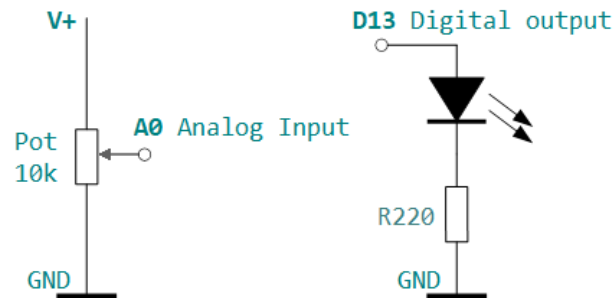

Figura 1: Conexión Convertidor Analógico-Digital (ADC).
1. Realizar la conexión de un potenciómetro de $10k\Omega$ a la terminal analógica A0 y añadir un LED al puerto digital D13. (Figura 1).